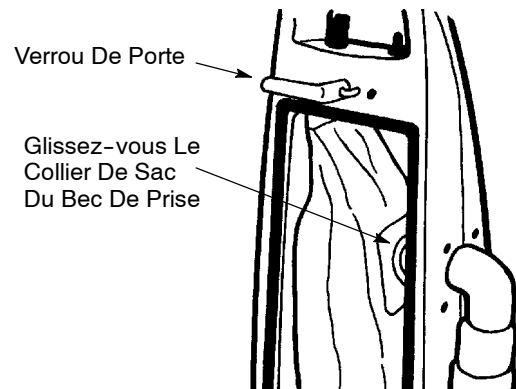

FIG. 7
1. Ouvrez la porte arrière en faisant pivoter de 90° le verrou de la porte/le crochet supérieur du fil. (Figure 7).